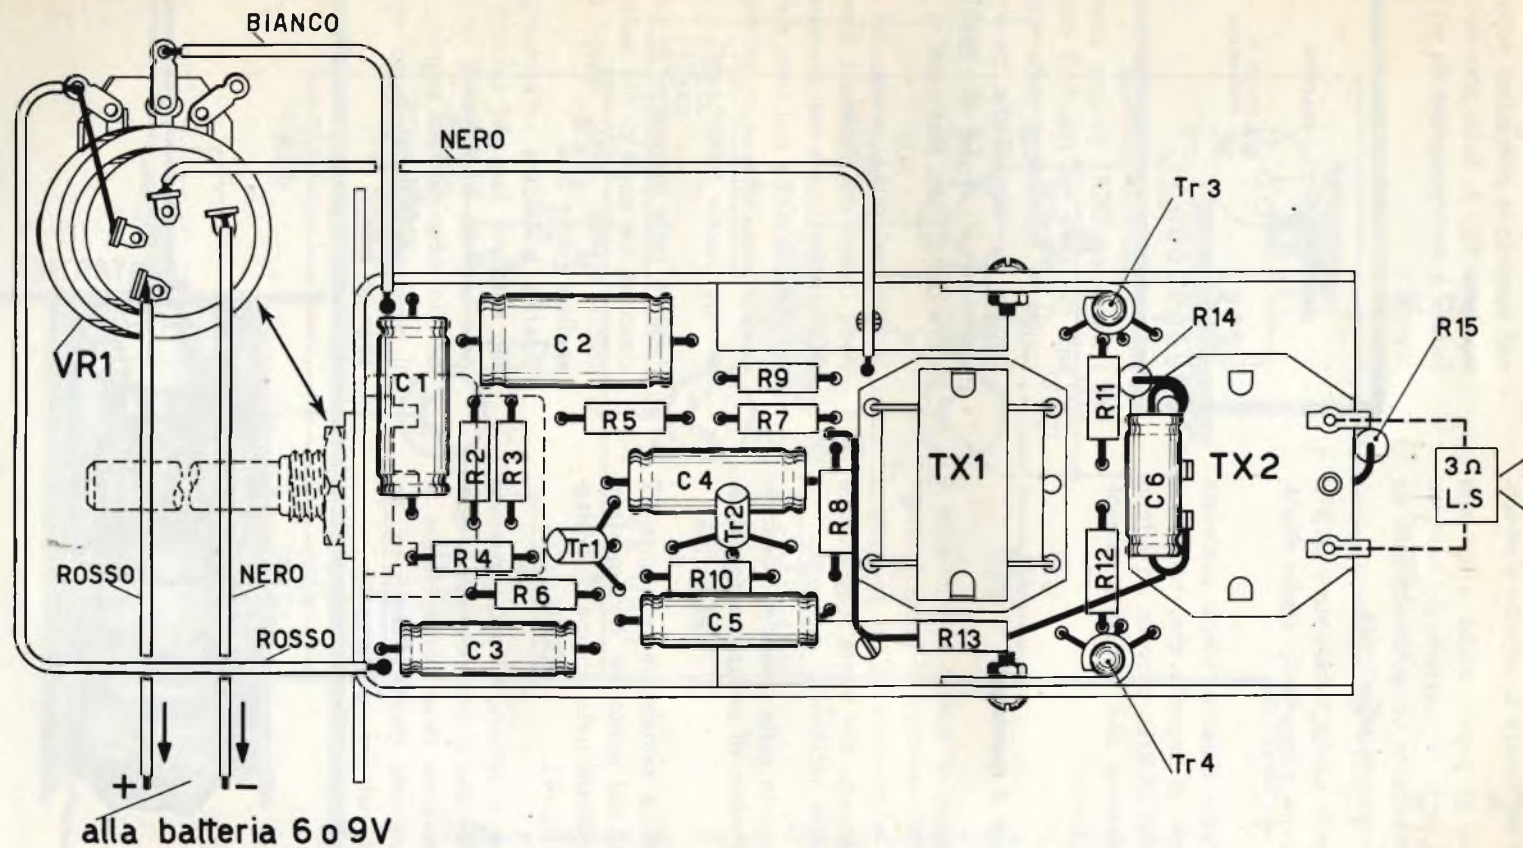

Fig. 4 - Schema di cablaggio
1. Inserire, e saldare, le resistenze R2 ed R12 nel punto del circuito stampato indicato sullo schema di cablaggio, (fig. 4).